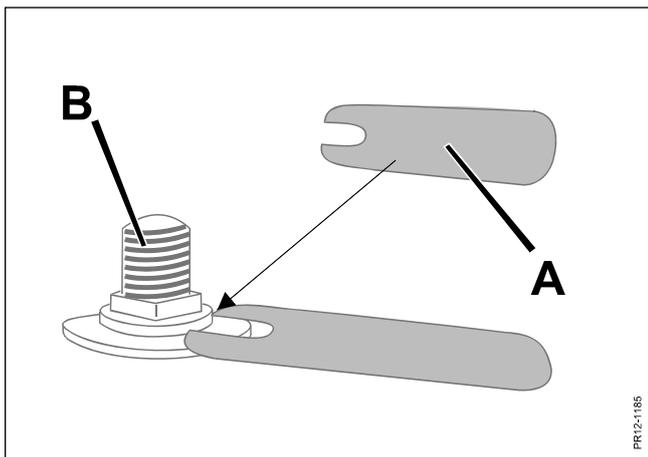

Fig. 5-9
- Fig. 5-9** In occasione del cambio delle lame controllare ed eventualmente sostituire anche I bulloni **B** di fissaggio, bloccandoli con la chiave **A** (fornita nel Kit ricambi).